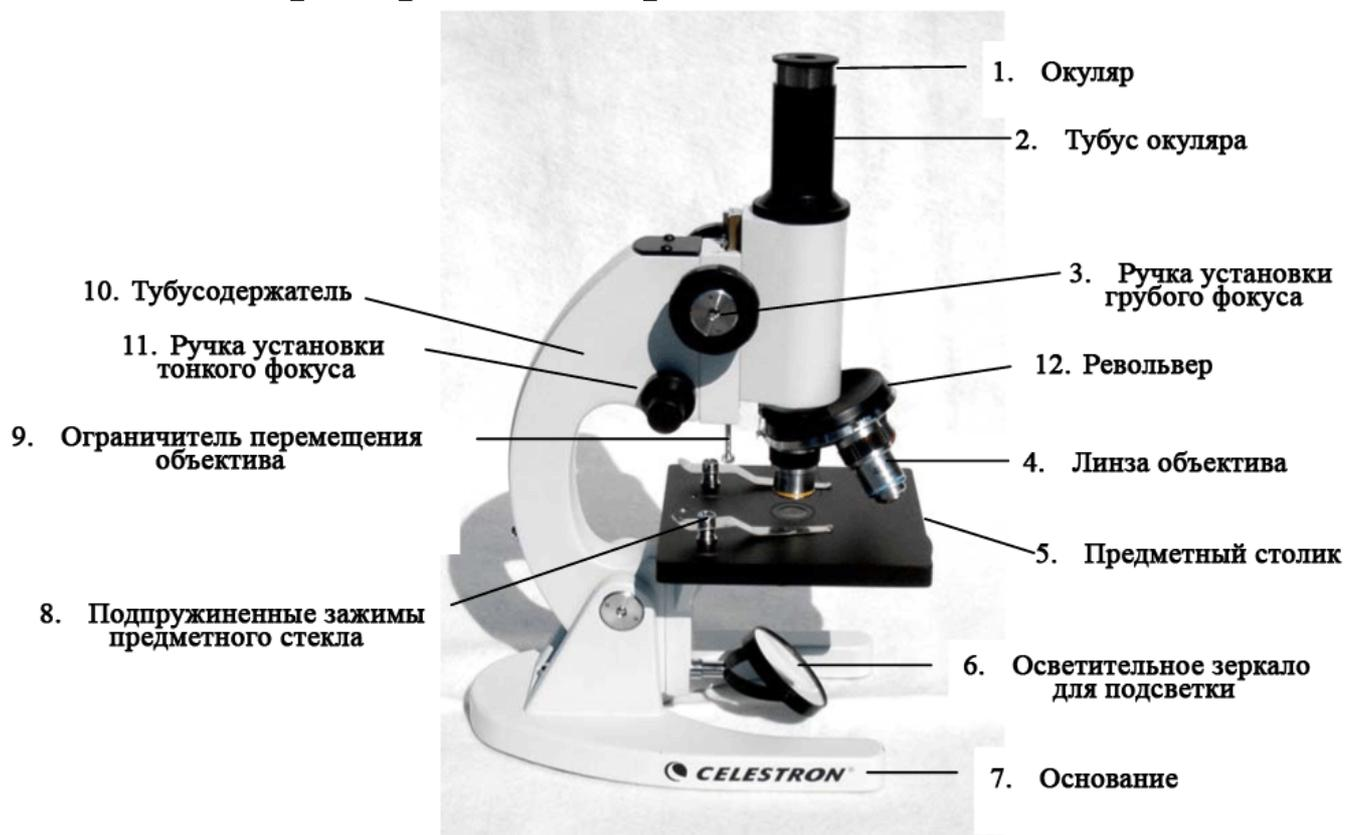

Рисунок 2
2. Если Вы не можете отрегулировать зеркало для удовлетворительной подсветки образца, то наклоните тубусодержатель (10) назад, чтобы изменить положение зеркала.
3. Количество света можно также регулировать, вращая дисковую диафрагму (см. рис. 2а), расположенную под предметным столиком (5).
1. удерживать одной рукой основание (7);
2. другой рукой наклонить тубусодержатель (10), потянув его на себя или от себя на требуемый угол.
**Рисунок 2а**